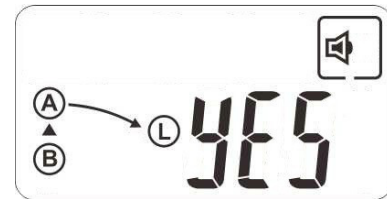

Abb. 9. Bestätigungsbildschirm für die Übertragung.
- Taste **(b)** des Bedienfelds während mindestens zwei Sekunden gedrückt halten, bis zwei kurze Pieptöne gehört werden. Es erscheint in dem Bildschirm die Illustration der Abb. 9.